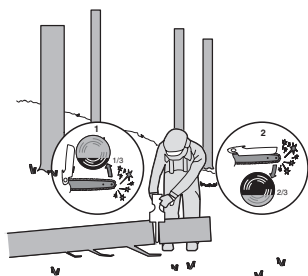

Fig 3
Lorsque le rondin est soutenu par une extrémité, comme illustré sur la Figure 3, coupez $\frac{1}{3}$ du diamètre de la face du dessous (depuis le bas) (1). Puis, terminez la coupe en coupant par le haut (2) pour rejoindre la première coupe.